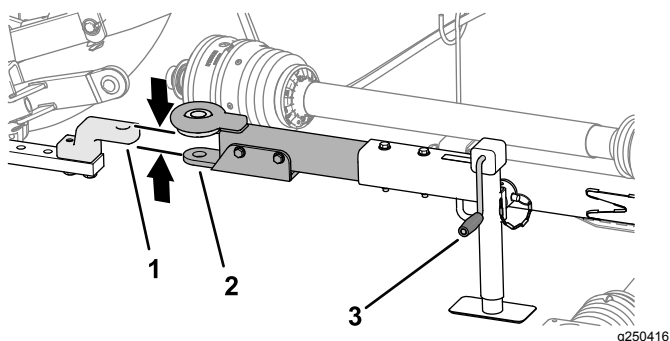

Bild 28
1. Heben oder senken Sie die Deichsel mit der Deichselheberkurbel, dass diese mit der Deichsel oder Anhängerkupplung des Zugfahrzeugs auf einer Höhe ist (Bild 28).
3. Richten Sie die Deichsel oder Anhängerkupplung des Zugfahrzeugs auf die Deichsel des Mähers (Bild 28) aus.